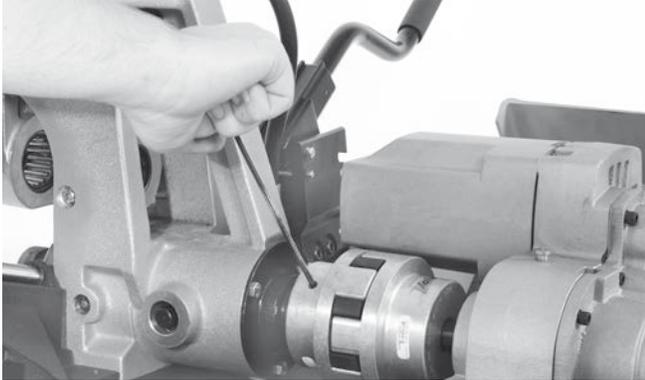

Figura 24 - Slăbiți cele două șuruburi de pe cupla de transmisie
1. Utilizați o cheie hexagonală $\frac{3}{16}$ " pentru a slăbi cele două șuruburi de pe jumătatea din față a cuplei de transmisie (Figura 24).
3. Utilizați o cheie hexagonală $\frac{3}{16}$ " pentru a slăbi cele două șuruburi de pe jumătatea din față a cuplei de transmisie (Figura 24).